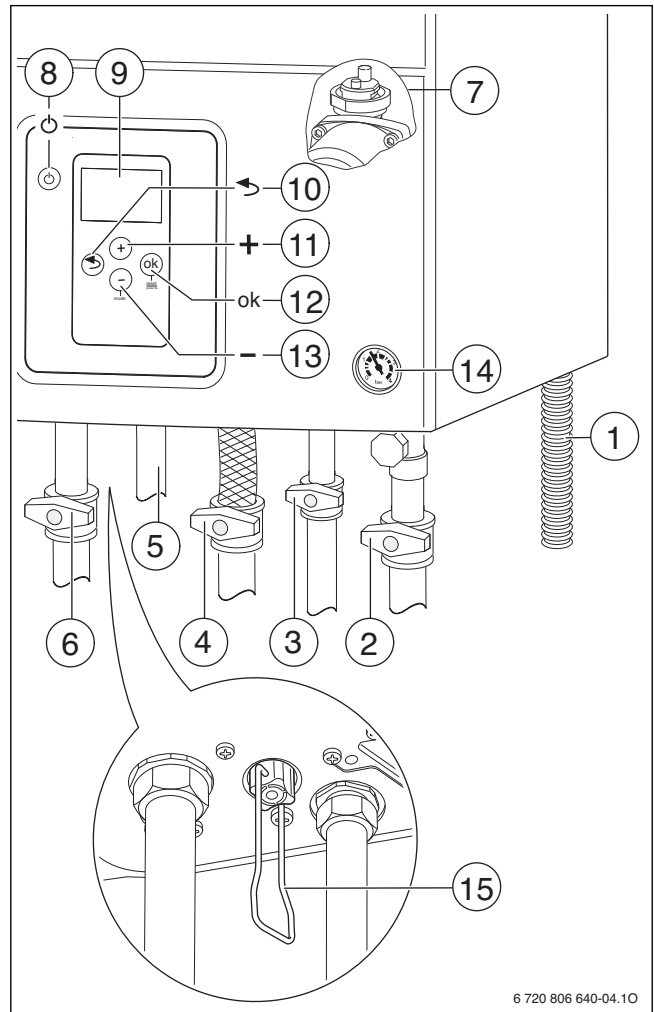

Fig. 24
- ▶ Aprire il disaeratore automatico (lasciarlo aperto) (→ fig. 24, [7], pag. 18).
- ▶ Aprire il rubinetto dell'acqua fredda (→ fig. 24, [3]).
- ▶ Aprire i rubinetti di mandata riscaldamento e ritorno riscaldamento (→ fig. 24, [6] e [2], pag. 18).
- ▶ Aprire il rubinetto del gas (→ fig. 24, [4]).